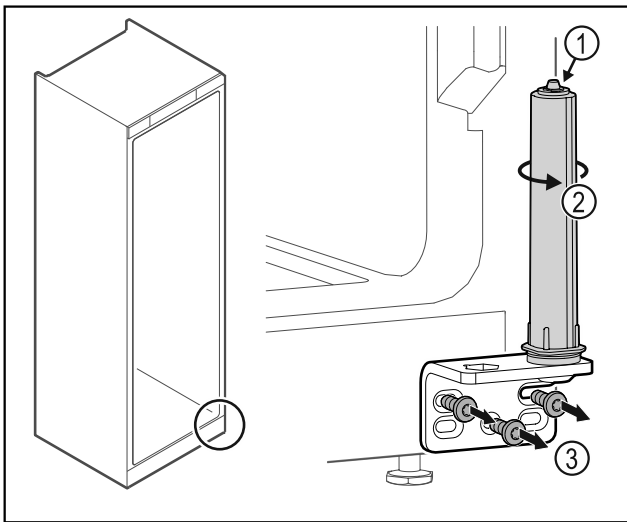

Fig. 32
- Non disassemblare il sistema di chiusura della porta Fig. 32 (1).
- ▶ Ruotare il sistema di chiusura Fig. 32 (2) finché non si innesta con un clic.
- ▶ Svitare la cerniera angolare Fig. 32 (3).